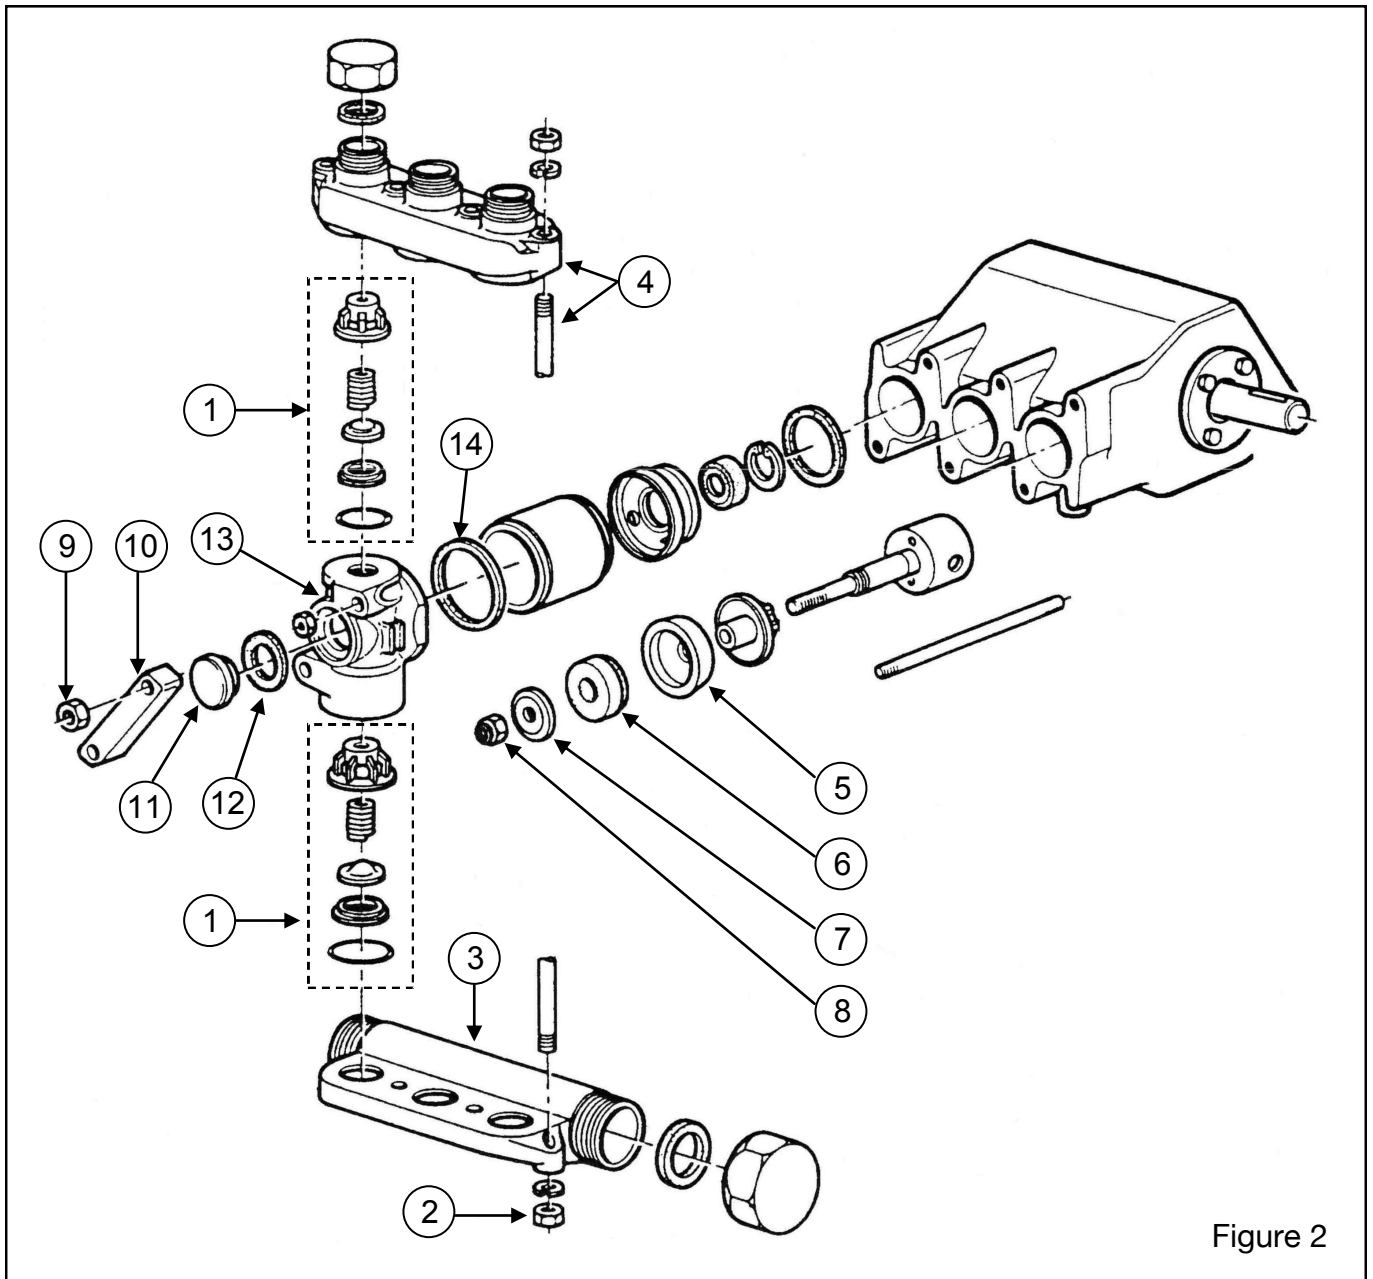

Figure 2
- Vérifier l'état des 6 ensembles de clapets (Rep.1 - figure 2).
- Dévisser les 4 écrous (2).
- Retirer le collecteur d'aspiration (3).
- Retirer l'ensemble collecteur de refoulement (4) et ses 4 tirants.
- Démontez les 6 ensembles de clapet (1), les nettoyer à l'essence, avant remontage les huiler légèrement.